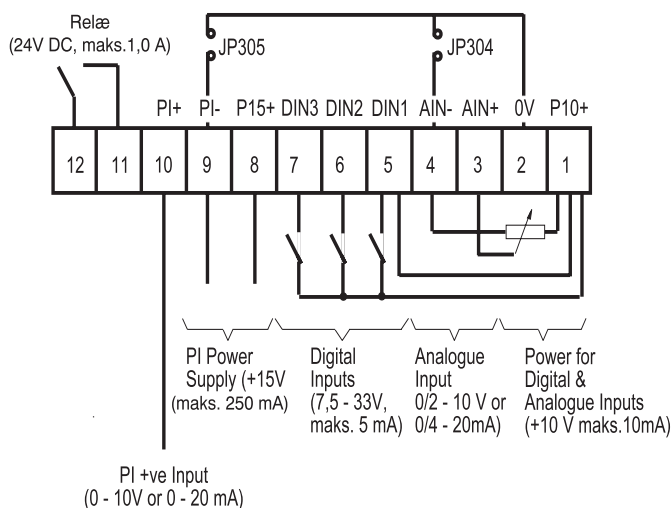

Fig. 3: Styreterminalforbindelser
Før netkablet ind i frekvensomformeren via pakningshul (se fig. 1). Tilslut styrekablets ledninger som vist på fig. 3 og 4 (se også fig.1).
Bemærk det valgfrie potentiometer, der er monteret som et analogt indstillingspunkt (se fig. 3), forudsætter at kortslutningsbøjle JP304 forbinder 0V (ben 2) til AIN- (ben 4). Desuden kan P15+ anvendes som alternativ til P10+ for digitalt input.
- Tilslut et 4.7 kW potentiometer til styreterminalerne som vist på fig. 3 eller påfør et 0 - 10 V signalmellem ben 2 (0V) og ben 3 (AIN+). I begge tilfælde anbringes kortslutningsbøjle JP304 så den forbinder 0V til AIN-.